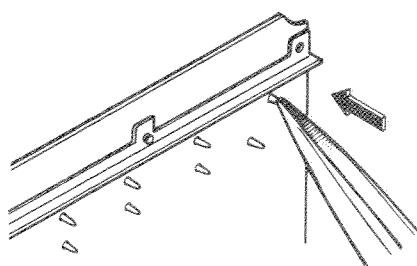

図10 Fig. 10
- ①スイッチ接点ゴムの足をピンセットで押し込みます。(図10)